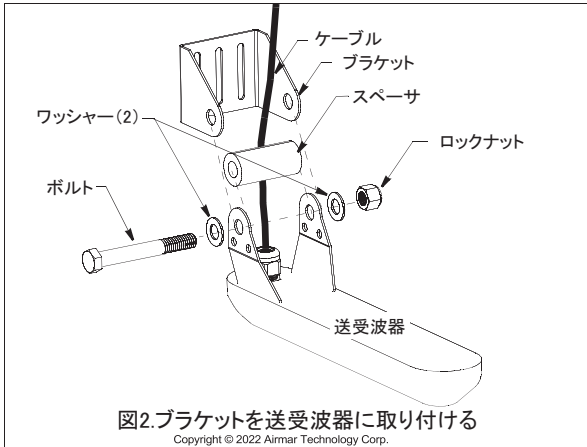

図2.ブラケットを送受波器に取り付ける
1. ワッシャーをボルトに通します (図2参照)。
3. 送受波器をブラケットに再度取り付けます (図 2)。
1. ブラケットスロットにある垂直方向の調整スペースを使用し、送受波器の底面内側の角が、船底から 0~3mm (0~1/8 インチ) 下に突き出るまで上下にスライドさせます (図1)。送受波器の位置に問題がなければ、3本のブラケットネジを締めます。ネジにアクセスしやすくするため、ブラケットから送受波器を取り外します (図2)。再度取り付ける際は、必ずスペーサーも一緒に取り付けてください。